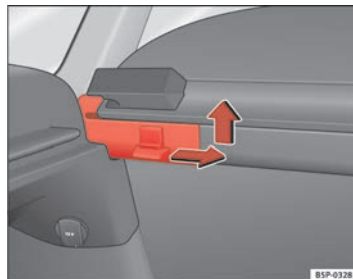

Fig. 123 Desmontaje de la bandeja portaobjetos
- Presione la clavija lateral en el sentido de la flecha, levante la bandeja y extráigala. ⇒ fig. 123